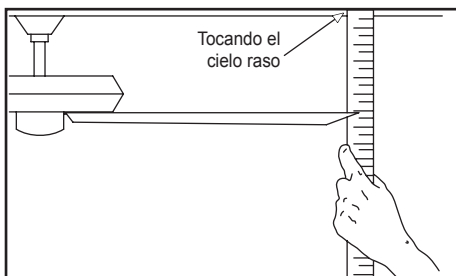

Figura 17
2. La mayoría de los problemas de oscilación del ventilador se deben a que las aspas no están al mismo nivel. Verifica este nivel seleccionando un punto en el techo sobre la punta de una de las aspas. Mide desde un punto en el centro de cada aspa al punto en el techo. Mide esta distancia como se muestra en la Figura 17. Gira el ventilador hasta que la siguiente aspa quede en posición para medir. Repite el procedimiento para cada aspa. Las desviaciones de la medición no deben pasar de 1/8" (3.2 mm). Enciende el ventilador por 10 minutos.